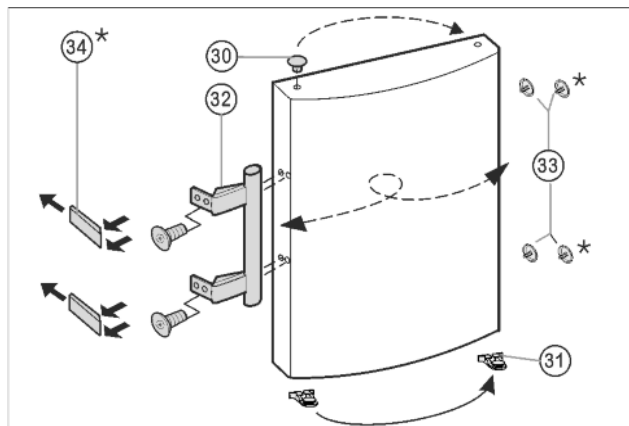

Fig. 8
- ▶ Scoateți dopul Fig. 8 (33) din bușca suport a ușii și fixați-l pe latura opusă.
- ▶ Demontați mânerul ușii Fig. 8 (32), dopurile Fig. 8 (33) și plăcile de presare Fig. 8 (34) și instalați-le pe partea opusă.